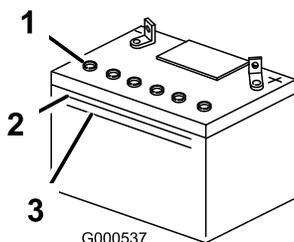

図 39
- バッテリーを側面から見て液の量を確認する。電解液が **上の線** まであればよい 図 39。バッテリー液の量が下の線より下がらないように管理する 図 39。
- バッテリーの各セルのキャップを外す 図 39。
- 液量が上の線に達するまで 図 39、各セルに蒸留水をゆっくりと補給する。
- 各セルに補給した後、5-10分待って液量がバッテリーケースの上の線 図 39に届かなければ蒸留水を足す。